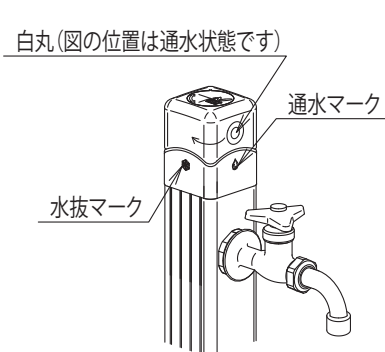

図2 分解前の水抜位置
- ・ハンドル位置が必ず水抜側になっていることをご確認ください。水抜位置にない場合は、ハンドルを回して水抜位置にします。(図2)